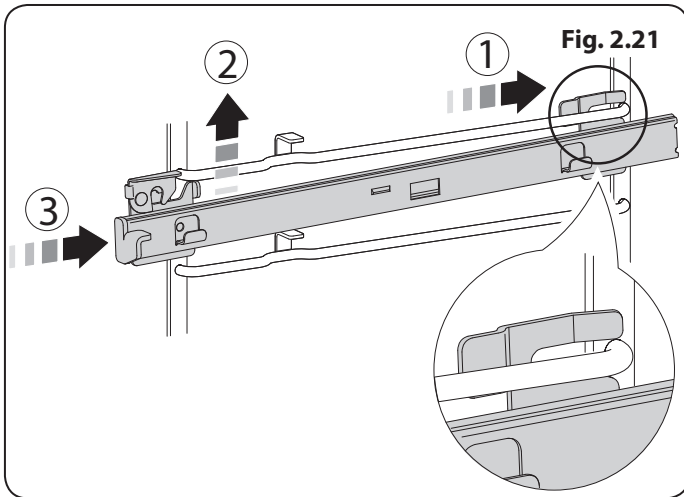

Fig. 2.21
1. Le bras de glissière en position fermée, placez l'ouverture de la fente arrière supérieure sur le support latéral (**Fig. 2.21**). N'allez pas plus loin que l'ouverture à ce stade.
2. Levez le devant du bras de glissière afin de placer la fente avant contre le support latéral (**Fig. 2.21**).
3. Poussez le bras de glissière vers l'arrière du four. Le crochet à l'avant se lèvera et s'abaissera pour bien maintenir en place le bras de glissière (**Fig. 2.21**).